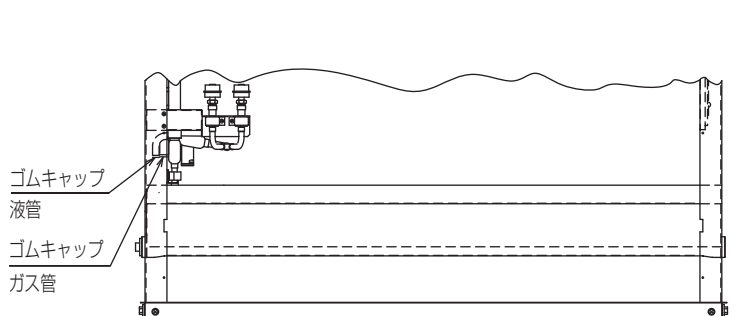

図7
(3) 図7に示すガス管接続部および液管接続部のゴムキャップを取外して、配管内に封入されている窒素ガスを抜いてください。